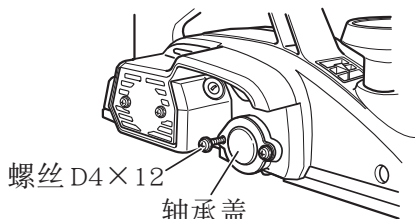

图 20
- (1) 如图 20 所示，仅拆下左侧的一颗螺丝 D4×12。